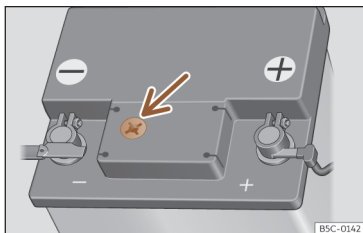

Fig. 201 Regard sur la partie supérieure de la batterie de 12 volts (représentation schématique).
- Contrôlez l'indicateur coloré dans le regard circulaire situé sur la face supérieure de la batterie >>> **fig. 201**.